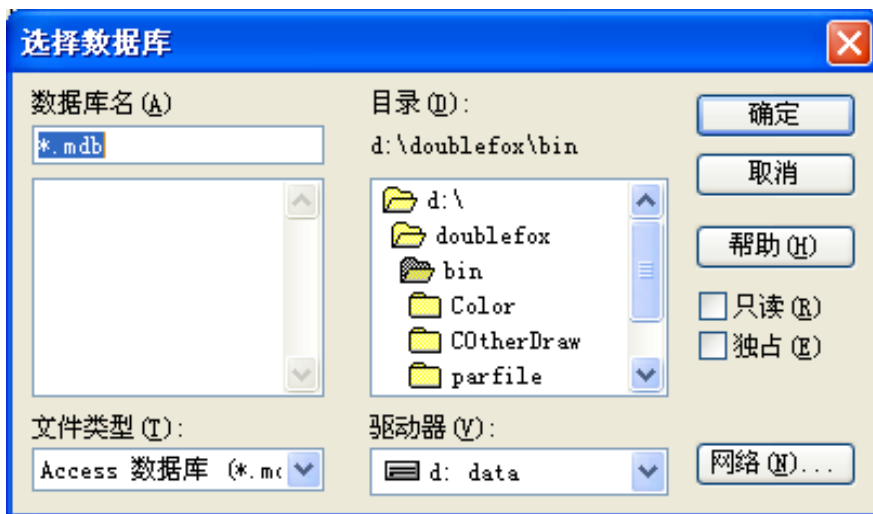

图 54
(3) 弹出选择数据库对话框，选择好建立的数据库后单击 **确定**。(如图 54) 此时已将数据库导入完毕。